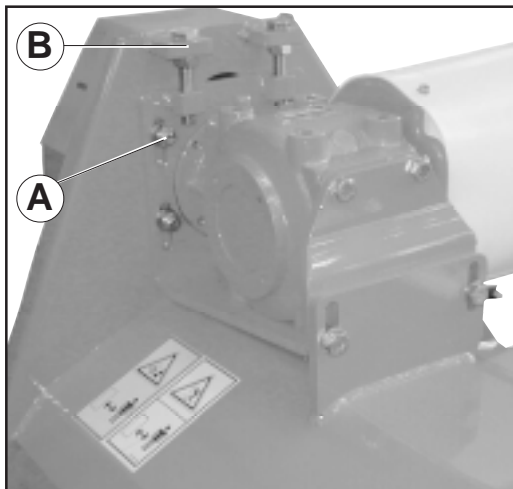

Fig. 21
- Allentare i bulloni che fissano il mozzo della puleggia superiore (A Fig. 21).
- Agire sulle viti (B Fig. 21) in modo che le cinghie si tendano correttamente.
- Stringere i bulloni che fissano il mozzo della puleggia superiore (A Fig. 21).
- Loosen the screws that fix the upper pulley hub (A Fig. 21).
- Work on the screws (B Fig. 21) in order to tighten the belts correctly.
- Lock the screw that fixes the belt stretcher (A Fig. 21).
- Die Schraube anziehen, welche den Riemenspanner (A Abb. 21) befestigt.
- Die Schrauben (B Abb. 21) so drehen, dass die Riemen korrekt gespannt sind.
- Die Schraube, die den Riemenspanner befestigt (A Abb. 21), wieder anziehen.
- Desserrer la vis de fixation du tendeur de courroie (A Fig. 21).
- Agir sur les vis (B Fig. 21) de manière à ce que les courroies se tendent correctement.
- Bloquer la vis de fixation du tendeur de courroie (A Fig. 21).
- Aflojar el tornillo que fija el tensor correa (A Fig. 21).
- Operar con los tornillos (B Fig. 21) en modo tal que las correas adquieran la tensión correcta.
- Bloquear el tornillo que fija el tensor correa (A Fig. 21).